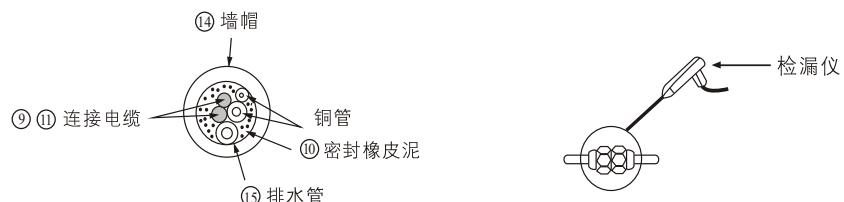
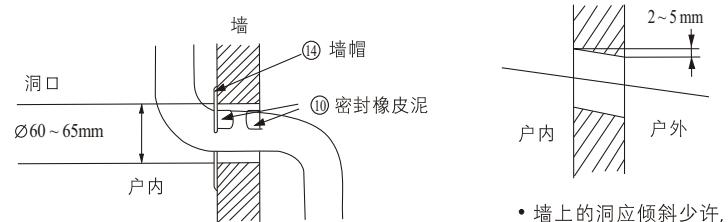

图34
图32
2 用附件⑭ 墙帽及附件⑩ 密封橡皮泥来整理墙上的洞,如图32、图33及图34。